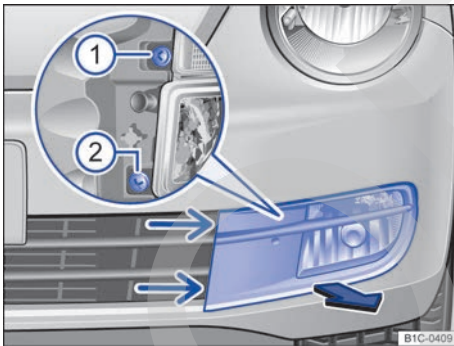
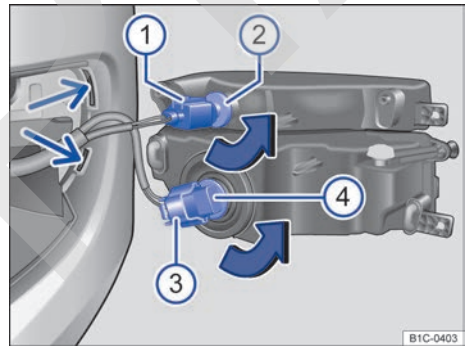

Fig. 185 En el lado izquierdo del paragolpes delantero: desmontar el faro.
Fig. 186 Cambiar la lámpara del faro.
Intermitente delantero → fig. 186 ②	Luz antiniebla/luz de curva ④
2.	Con el gancho de alambre de las herramientas de a bordo → pág. 262, tire de la cubierta un poco hacia delante por los encastres → fig. 185 (flechas pequeñas) hasta desprenderla.
3.	Retire la cubierta tirando hacia delante en el sentido de la flecha → fig. 185 empezando por el lado interior.
4.	Desenrosque los tornillos de fijación ① y ② con el destornillador de las herramientas de a bordo → pág. 262.
5.	Incline el faro un poco hacia delante y extráigalo de los alojamientos laterales → fig. 186 (flechas pequeñas).
6.	Desbloquee el conector ① y desacóplelo.	Desbloquee el conector ③ y desacóplelo.
7.	Gire el portalámparas ② hacia la izquierda, en el sentido de la flecha y hasta el tope, y extráigalo junto con la lámpara hacia atrás.	Gire el portalámparas ④ hacia la izquierda, en el sentido de la flecha y hasta el tope, y extráigalo junto con la lámpara hacia atrás.
10.	Acople el conector ① al portalámparas ②. El conector debe encastrar de forma audible.	Acople el conector ③ al portalámparas ④. El conector debe encastrar de forma audible.
11.	Introduzca el faro en los alojamientos → fig. 186 (flechas pequeñas) y encájelo hacia atrás.
12.	Apriete los tornillos de fijación → fig. 185 ① y ② con el destornillador.
13.	Coloque la cubierta en el paragolpes comenzando por el lado exterior → fig. 185.